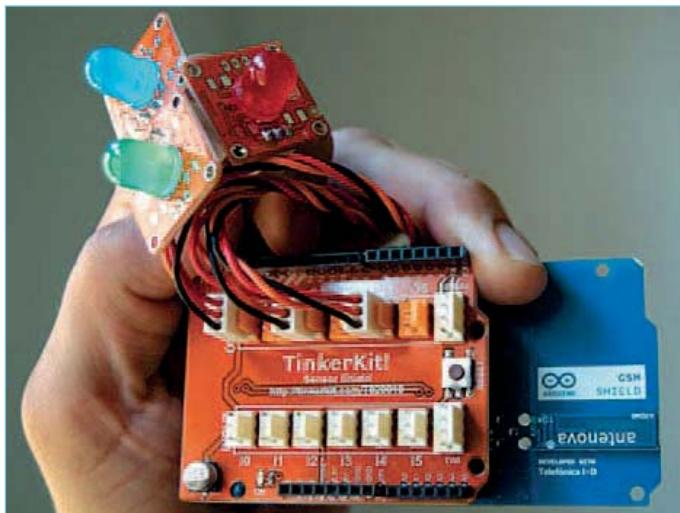

Bild 4. Arduino Uno + GSM/GPRS Shield + TinkerKit Shield + TinkerKit LED.
**Bild 4** zeigt die bei diesem Projekt verwendete Hardware.